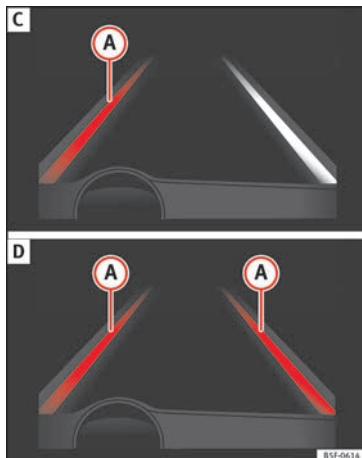

Abb. 192 Im Display des Kombiinstrumentes: Anzeige im Display des Spurhalteassistenten (Beispiel 2).
- System arbeitet; die hervorgehobene Linie **(A)** zeigt an, dass die Gefahr einer unabsichtlichen Überschreitung der Begrenzungslinie bestand. Das System korrigiert über die Lenkung die Fahrtrichtung » **Abb. 192 C**.
- Die beiden hervorgehobenen Linien **(A)** leuchten gleichzeitig auf, wenn beide Begrenzungslinien erkannt sind und die Funktion für zentrale Spurführung » **Abb. 192 D** eingeschaltet ist.